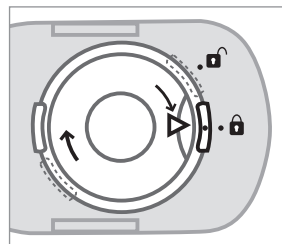

Рис. 3
5. Закрийте кришку аерозольної камери, повернувши її за годинниковою стрілкою, так, щоби маркер «▶•» вказував на «•□» (рис. 3).